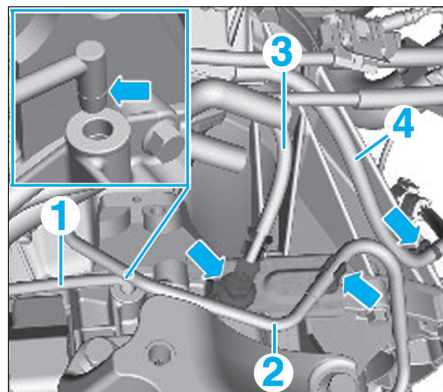

Fig. 3
- Dégrafer les tuyaux (1), (2), (3) et (4) (Fig.3).